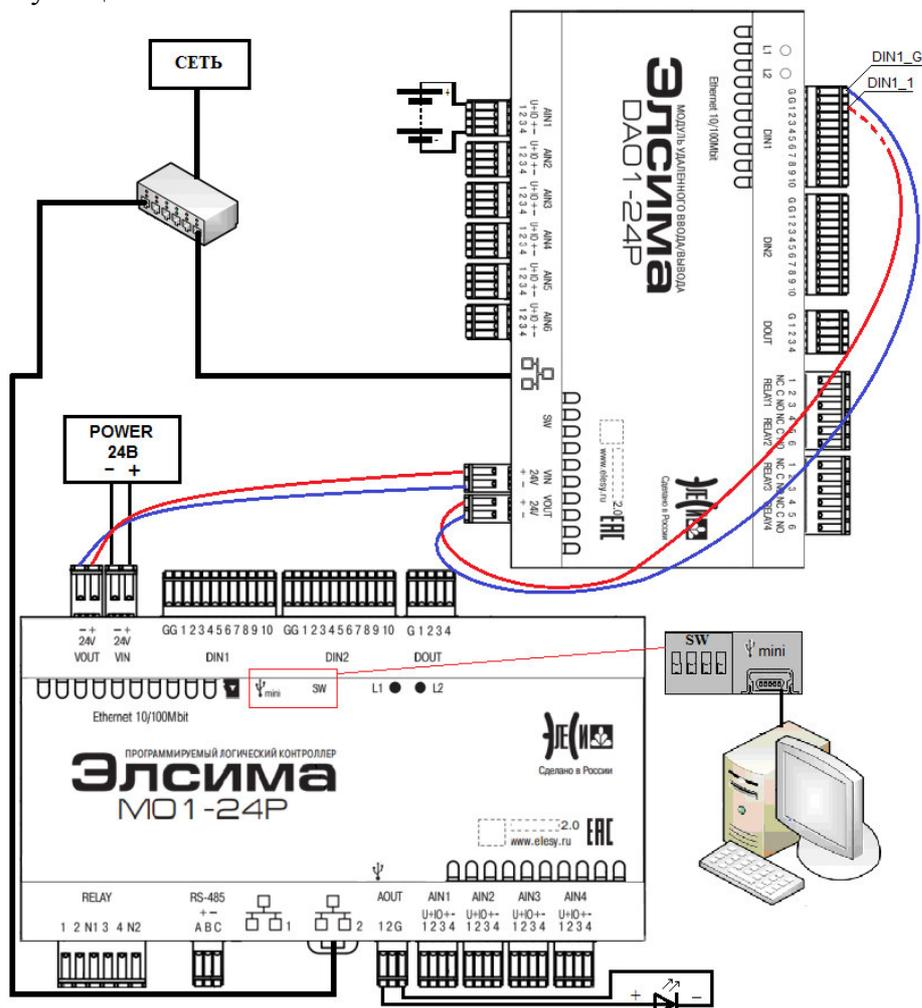

Рисунок 4.1 – Подключение модуля УВВ Элсима-DA01 к контроллеру через коммутатор
6. Подключить контроллер к компьютеру путем соединения разъема «mini-USB тип В» (USB2, «») ПЛК кабелем USB с ПК с использованием драйвера виртуальной сети RNDIS (рисунок 4.1). Подробную информацию о драйвере можно найти в документе «Контроллер программируемый логический Элсима. Руководство по эксплуатации».